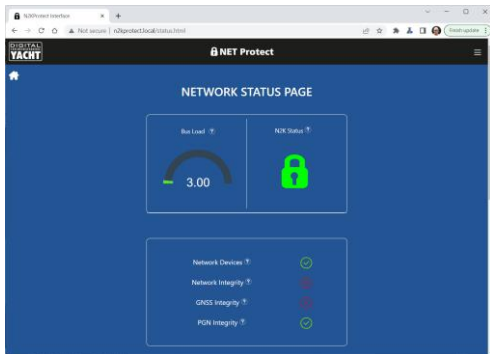

Abbildung 2
- Um den aktuellen Status Ihres NMEA-2000-Netzwerks anzuzeigen, klicken Sie auf der Startseite auf den Button „**Status**“ und Sie erhalten eine Seite ähnlich wie in Abb. 2.